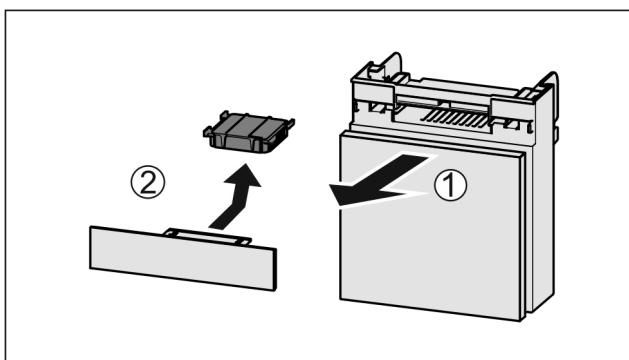

Fig. 148
- Vytiahnite zásuvku smerom dopredu Fig. 148 (1).
- Vyberte aktívny uhlíkový filter Fig. 148 (2).